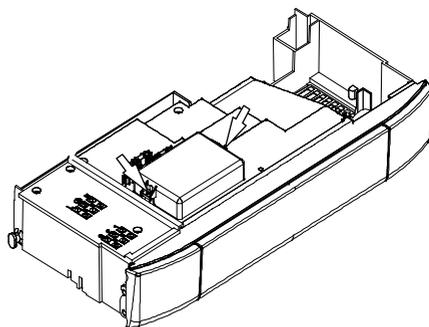

Fig. 5.23
- Togliere le due viti indicate in Fig. 5.23 e aprire il coperchio della morsettiatura collegamento sonda esterna.